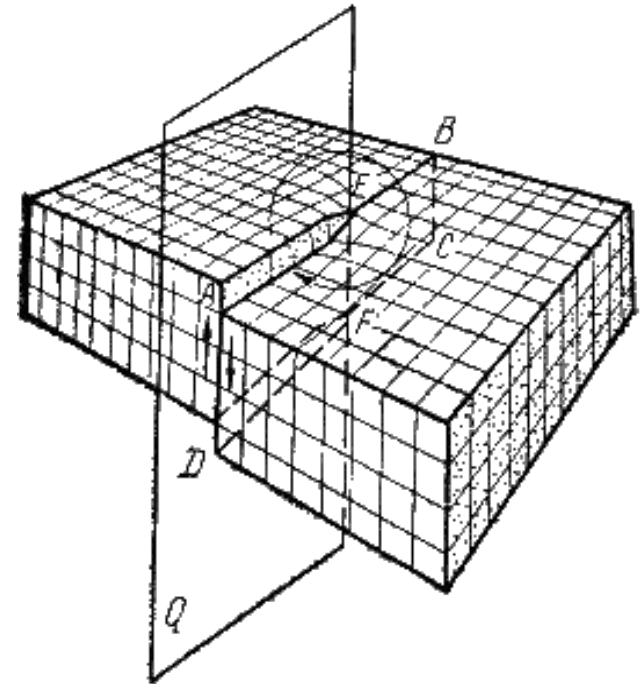

Рис. 2.4. Механизм образования винтовой дислокации
- Получена за счет частичного сдвига по плоскости Q вокруг линии EF (рис. 2.4)